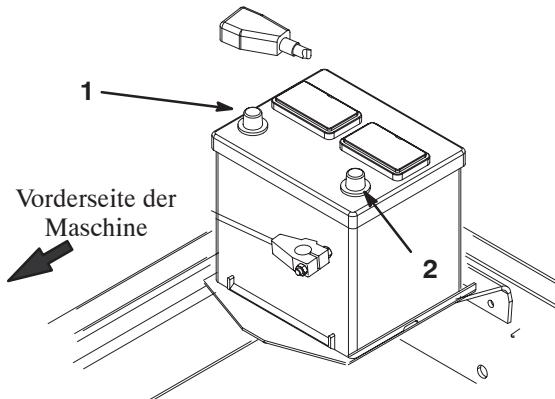

Bild 10
8. Klemmen Sie zuerst das Pluskabel (Rot) am Pluspol (+) der Batterie und dann das Minuskabel (Schwarz) am Minuspol (-) der Batterie an (Bild 10). Ziehen Sie den Gummischuh über den Pluspol, um Kurzschlüsse vorzubeugen.